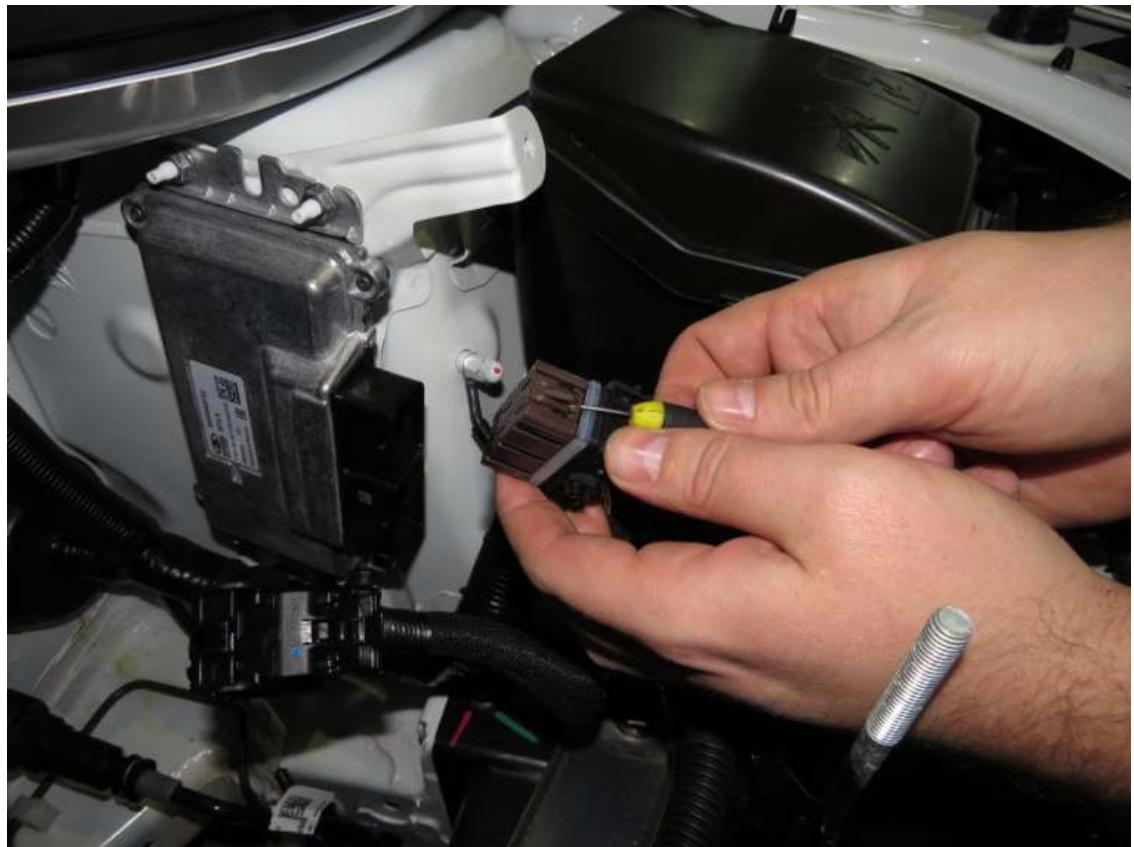

Рис.4.
6. Снять переднюю крышку разъема, отогнув фиксатор с двух сторон (рис.4).